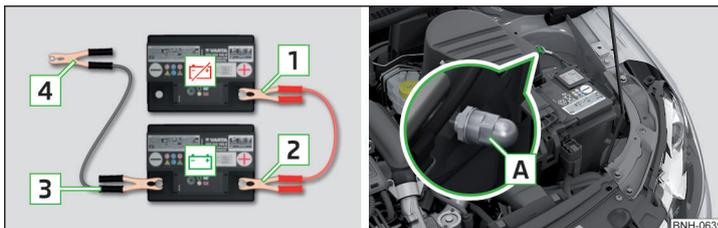

Fig. 245 Ayuda de arranque: 🚫 - batería descargada, 🟢 - batería que suministra corriente / punto de masa del motor en el sistema START-STOP ▶
- En vehículos **con** el sistema START-STOP, fijar el borne **4** en el punto de masa del motor **A** » fig. 245.